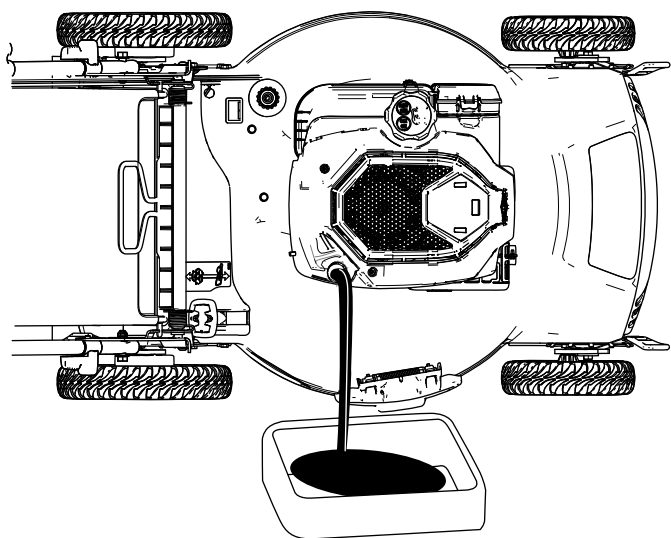

Bild 27
4. Kippen Sie die Maschine seitlich (Luftfilter nach oben), um das Altöl aus dem Öleinfüllstutzen abzulassen (Bild 27).